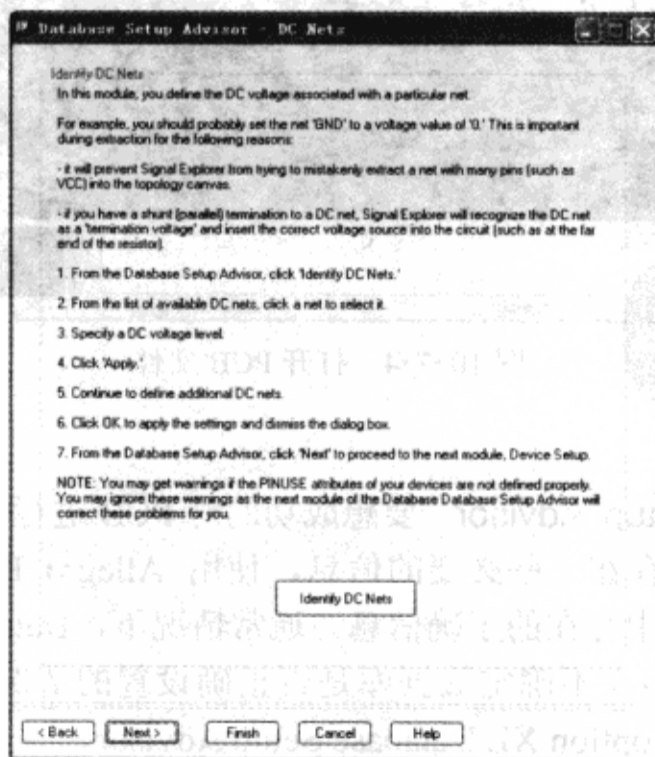

图 10-7-7 “Database Setup Advisor-DC Nets”窗口
2) PCB 叠层结构 PCB 的叠层结构已经设置完成,所以不需要改变。在“Database Setup Advisor-Cross-section”窗口中单击“Next”按钮,弹出“Database Setup Advisor-DC Nets”窗口,如图 10-7-7 所示。